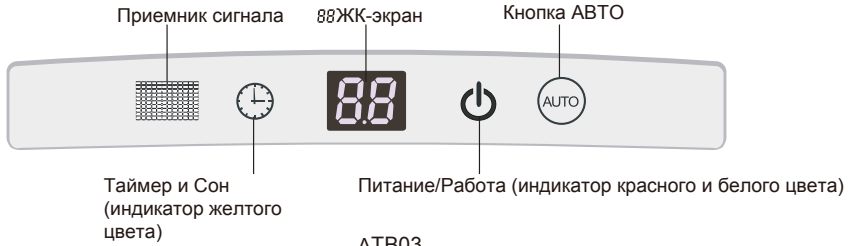

Рис. 3 ATB03
- (1) Очень важно определить постоянное место установки блока, т.к. переместить его в дальнейшем будет достаточно сложно.
- (2) Определите место для установки согласно Рис. 3
- (3) Направление установки обозначено на Рис.3.